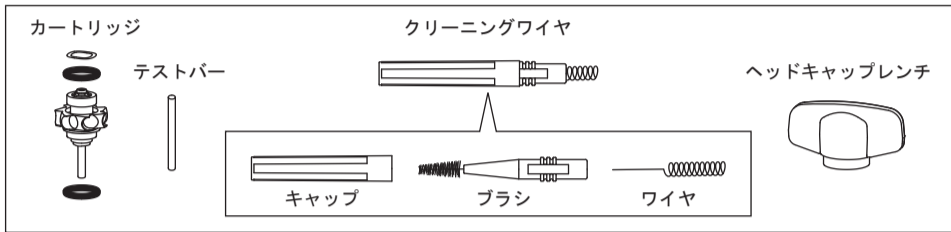

図13
- 新しいカートリッジ、テストバー、本製品付属のヘッドキャップレンチ、クリーニングワイヤを用意します(図13)。